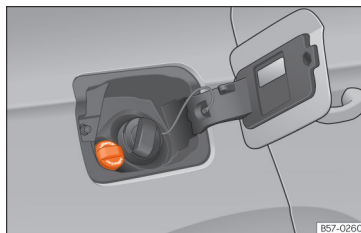

Abb. 187 Verschlussdeckel des AdBlue®-Tanks
- Öffnen Sie die Tankklappe **»» (Abb. 187)**.
- Verschlussdeckel SCR-Einfüllstutzen nach links drehen »» (Abb. 187).